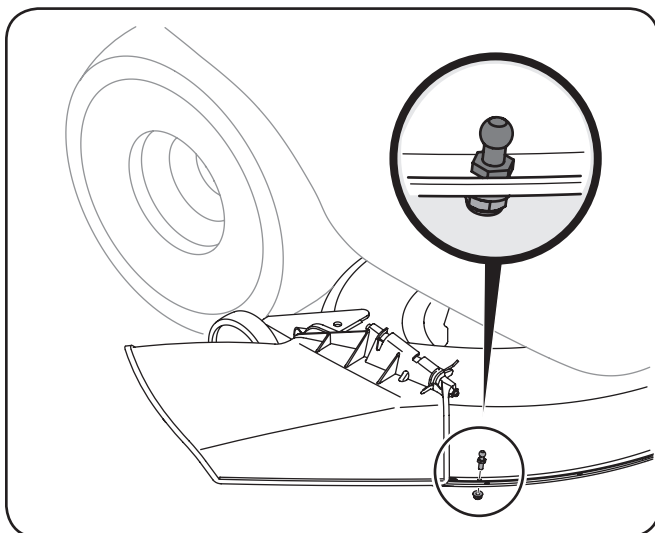

Figure 4-19
10. Installez la queue à rotule provenant de votre jeu de montage dans le trou à l'avant de la plate-forme de la tondeuse, comme illustré à la Figure 4-19, et fixez-la avec le contre-écrou d'épaulement fourni.